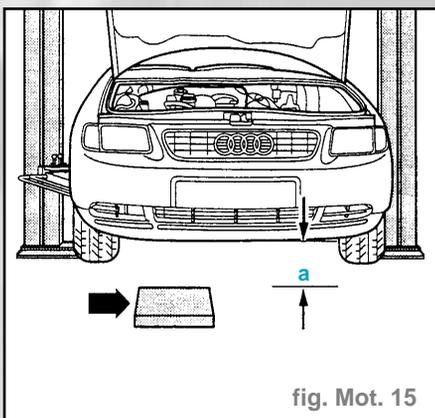

fig. Mot. 15
- Monter le véhicule sur un pont élévateur. Espacement entre pare-chocs/plancher **a = env. 60 cm** (fig. mot. 15).